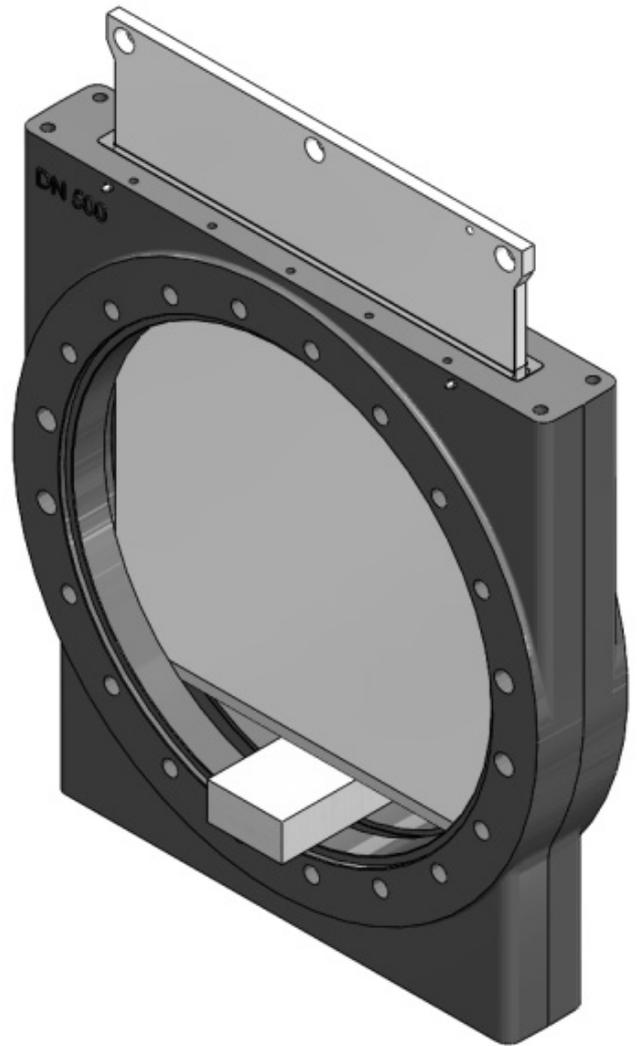

Figura 15. Detalle del taco de madera.
1. Instale la junta secundaria (7) en la ranura de sellado con el posible labio de sellado orientado hacia el orificio de la válvula. Aplique el lubricante de silicona recomendado a cualquier contorno interior y exterior de la nueva junta secundaria.
2. Instale las boquillas de engrase (8).
3. Introduzca un taco de madera en el orificio como se muestra en la Figura 15. De este modo se evitará una caída excesiva de la compuerta antes de instalar el pasador de horquilla.
4. Aplique el lubricante de silicona recomendado en el borde biselado y en los laterales de la compuerta (2) e introdúzcala por la abertura en la parte superior del cuerpo de la válvula hasta que se apoye con seguridad sobre el taco de madera.